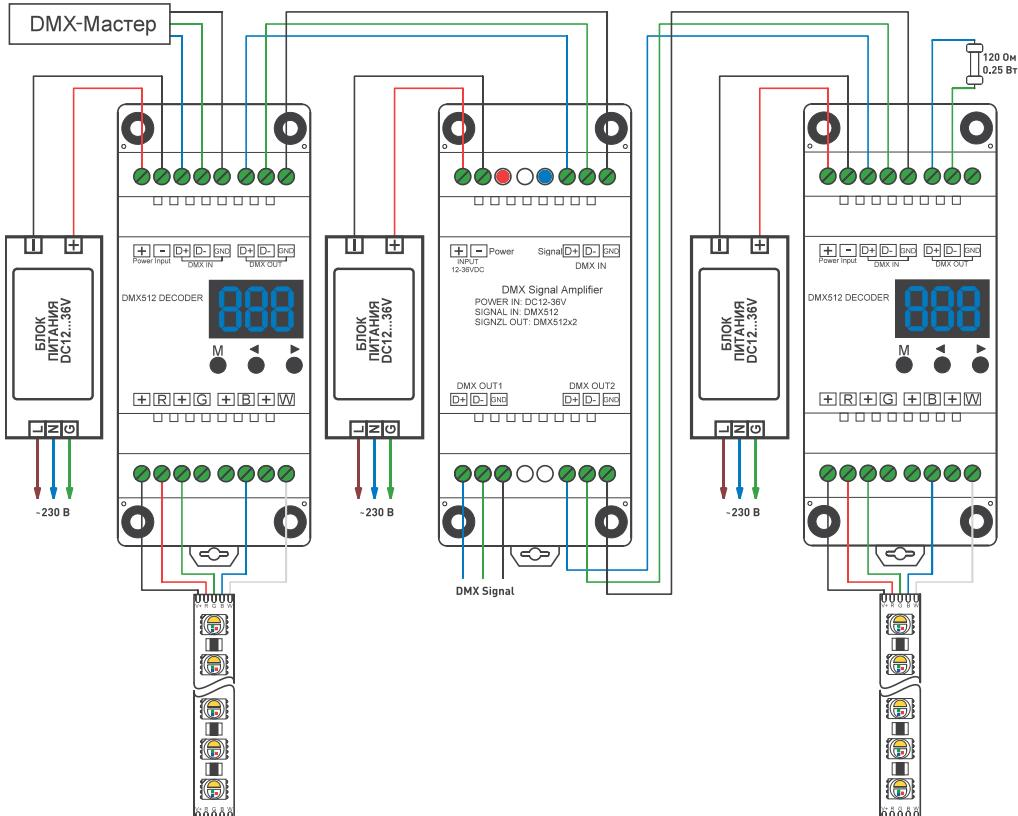

Рисунок 1. Схема подключения усилителя SMART-DMX [12-36V, 2CH, DIN].
3. На передачу сигнала по длинной линии или по линии плохого качества может негативно воздействовать эффект отражения сигнала от конца линии. Для уменьшения уровня отраженного сигнала подключите в конце линии терминальный резистор сопротивлением 90-120 Ом и мощностью 0.25 Вт (см. рисунок 1).